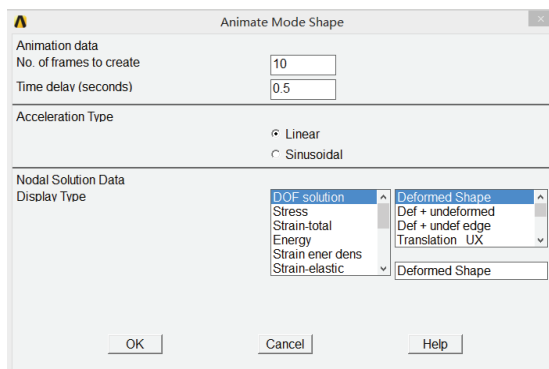

图 4-17 动画显示设置对话框
3) 选择 Utility Menu | Animate | Mode Shape 命令, 出现 Animate Mode Shape 对话框, 在 No. of frames to create 输入栏中输入 10, 在 Time delay (seconds) 输入栏中输入 0.5, 在 Display Type 列表框中选择 DOF solution Deformed Shape, 如图 4-17 所示, 单击 OK 按钮关闭该对话框, ANSYS 将通过动画的方式显示第 1 个模态。